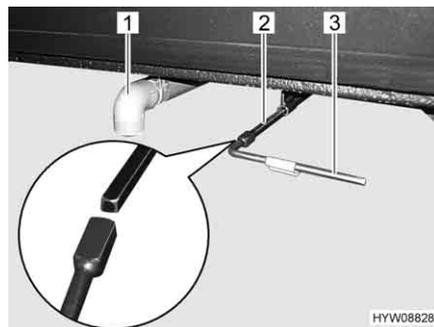

Fig. 76 Palanca de mando y tubo de salida del depósito de aguas residuales
- Posicionar el tubo de salida (Fig. 76,1) directamente encima de la estación de evacuación o encajar la manguera de aguas residuales (equipamiento especial) en el tubo de salida (Fig. 76,1).
- Abrir la llave de desagüe. Para ello, encajar la llave cuadrada (Fig. 76,2) entregada en el cuadrado de la llave de desagüe (Fig. 76,2).
- Girar la llave cuadrada (Fig. 76,3) un cuarto de vuelta en sentido contrario a las agujas del reloj. Las aguas residuales son evacuadas.
- Una vez que las aguas residuales hayan salido completamente: Volver a cerrar la llave de desagüe. Para ello, girar la llave cuadrada (Fig. 76,3) un cuarto de vuelta en sentido de las agujas del reloj.
- Quitar la llave cuadrada (Fig. 76,3) y guardarla.